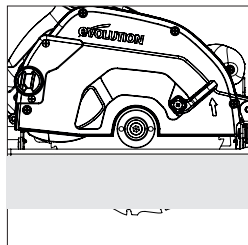

Abb. 12
- In den meisten Fällen sollte die Schnitttiefe auf die Dicke des zu schneidenden Materials plus die halbe Tiefe eines Sägezahns (Spitze des Sägezahns bis zum breitesten Teil) eingestellt werden. (**Abb.12**)